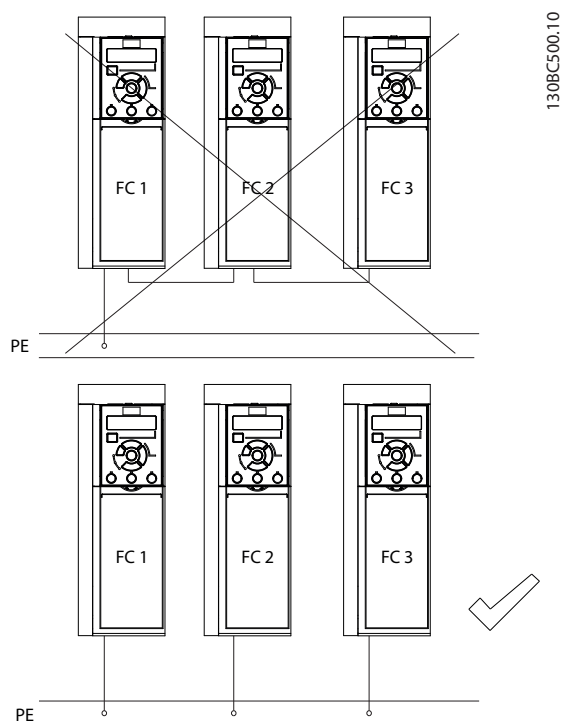

Рисунок 4.1 Принципы заземления
- Запрещается совместно заземлять два преобразователя частоты с использованием последовательного подключения (см. *Рисунок 4.1*).